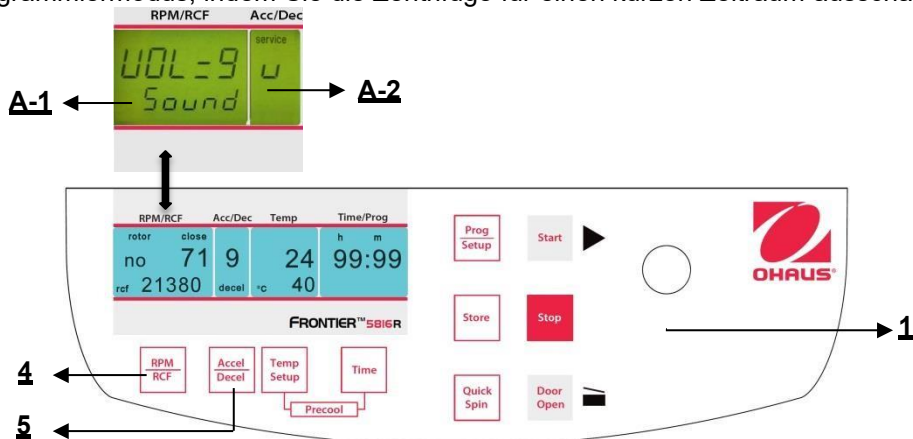

Abbildung. 36
Fahren Sie fort wie unter Punkt 4.1.1 beschrieben, um in den Programmmodus einzutreten und drücken Sie dann die Taste **"Accel/Decel"** (5). Auf der Anzeige **"Acc/Dec"** (A-2) blinkt das Wort **"Service"**. Wählen Sie nun den Buchstaben **"U"** mit Hilfe des Anpassungsknopfes (1). Als Ergebnis erscheinen auf der Anzeige **"RPM | RCF"** (A-1) die Worte **"Vol=0-9/Sound"**. Nach dem Drücken der Taste **"RPM | RCF"** (4), können Sie die gewünschte Lautstärke zwischen 0 (leise) und 9 (laut) mit dem Anpassungsknopf (1) anpassen (siehe Abbildung 36).